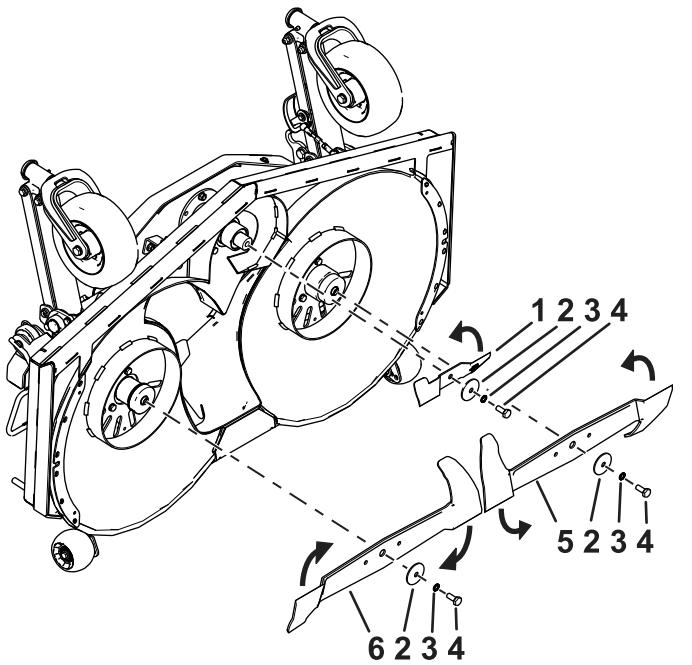
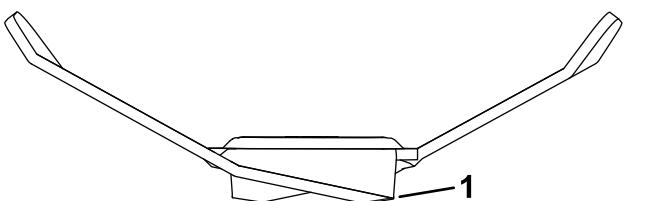

図 88
図 89
2. 刃先を点検する 図 88と 図 89。
2. スピンドルシャフトからブレードボルト、スプリングロックワッシャ、湾曲ワッシャ、ブレードを取り外す 図 88。
注 図 88を参照して各ブレードの正しい取り付け位置を確認する。
2. 先ほど取り外したブレードボルト、スプリングロックワッシャ、湾曲ワッシャを使ってブレードを取り付ける図 88。